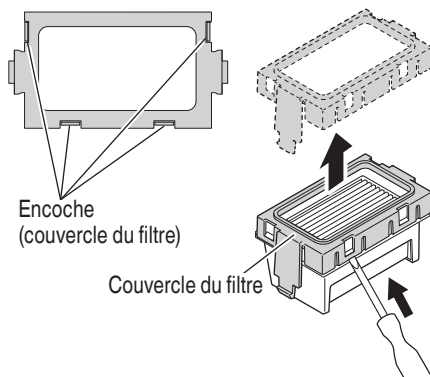

Fig. 24
- (1) Insérez un tournevis à tête plate dans chacune des quatre encoches du couvercle du filtre et retirez le couvercle. (Fig. 24)